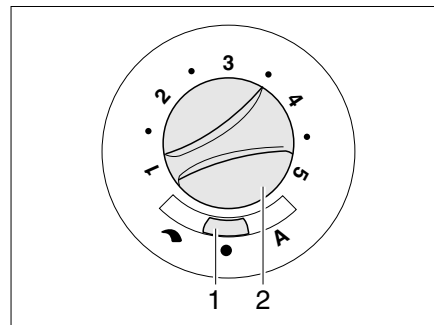

Bild 105 Bedienschalter für Umluftgebläse (12 V)
- Den Schiebeschalter (Bild 105,1) auf "↷" (Handregelung) oder "A" (Automatikbetrieb) stellen.
- Wenn am Schiebeschalter (Bild 105,1) "↷" (Handregelung) eingestellt ist: Mit dem Drehknopf (Bild 105,2) die gewünschte Leistung des Umluftgebläses einstellen.
- Den Schiebeschalter (Bild 105,1) auf "●" (Aus) stellen. Bei Heizbetrieb ist diese Schalterstellung außer Funktion.